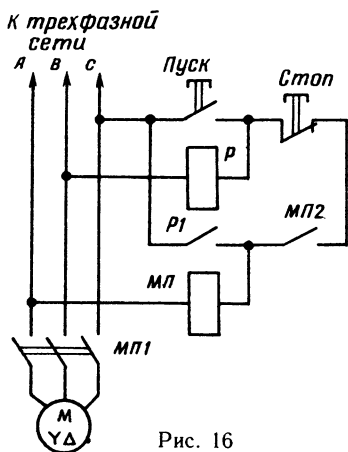

Рис. 16
*Третий способ* (рис. 16). Схема защитного устройства аналогична схеме, рассмотренной в первом способе. При нажатии кнопки «Пуск» включается реле  $P$ , контактами  $P1$  замыкая цепь питания катушки магнитного пускателя  $МП$ .